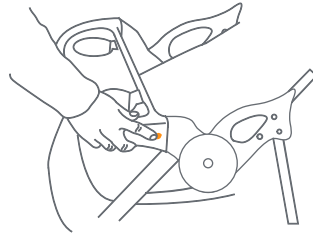

Fig. 12a
**12)** • To access the child seat: press inward on left side tray release button and rotate upward on the tray (Fig. 12a).
• Para acceder al asiento para niños: Oprima el botón a presión rojo que está a la derecha y ejerza presión hacia arriba. La bandeja para niños se levantará y girará hacia arriba para permitir el acceso al asiento (Fig. 12a).